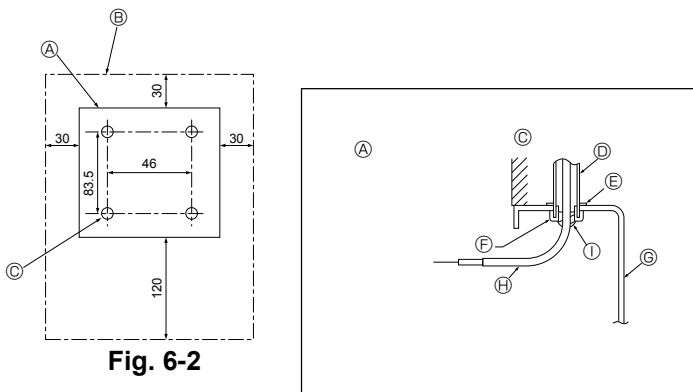

Fig. 6-2
(1) Aufstellungsort für Fernbedienung auswählen. (Fig. 6-2)
[Fig.6-2]